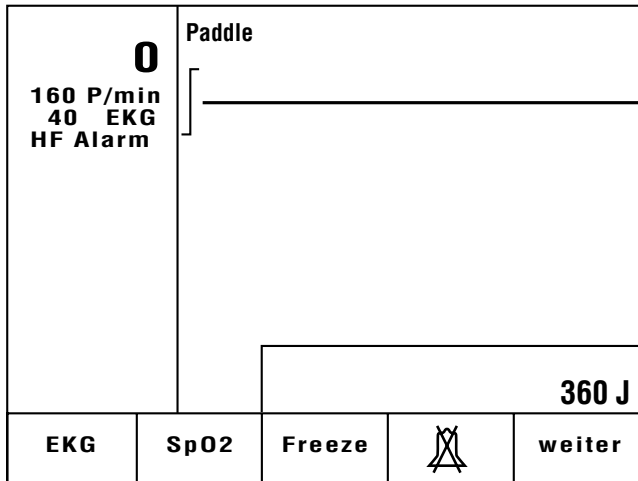

Bild 3-8. Anzeige der gewählten Energie
- \* Stellen Sie den Energiewahlschalter auf 360 Joule (bei internen Elektroden auf 50 Joule). Im Display wird zunächst die gewählte Energie angezeigt (Bild 3-8).